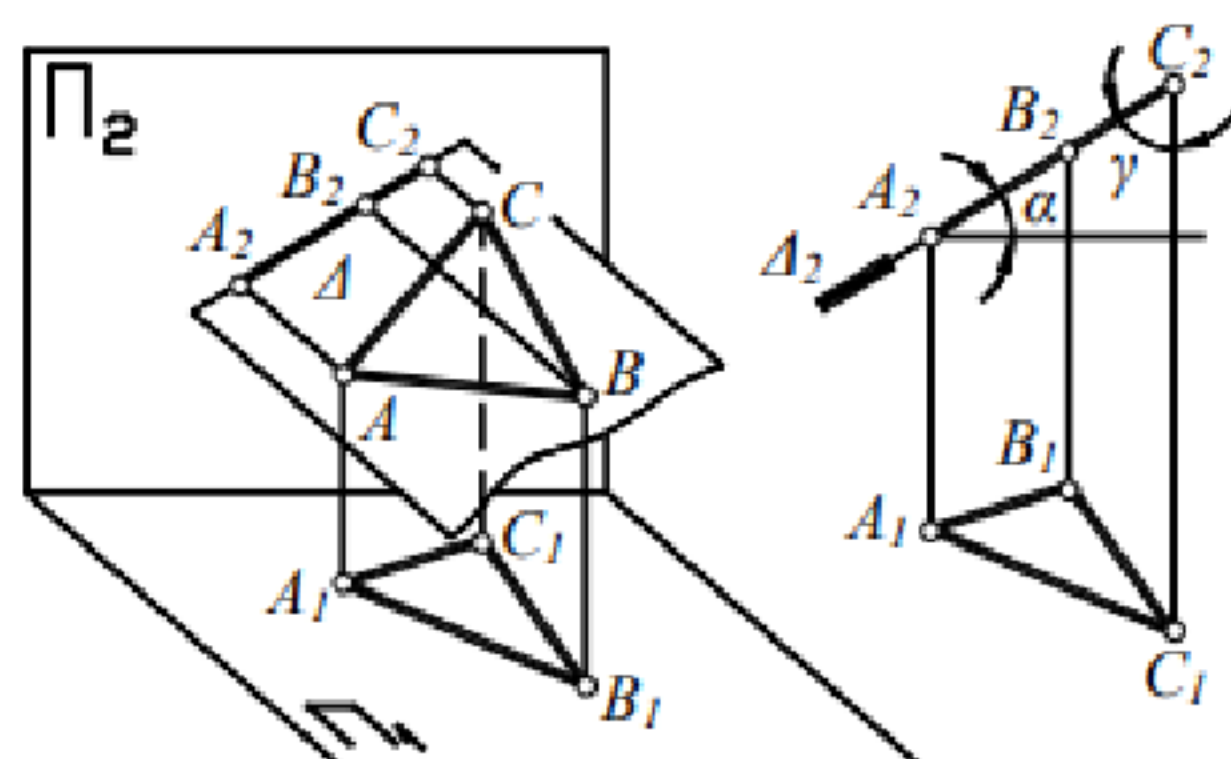

Рис. 15. Фронтально-проецирующая плоскость
**Фронтально-проецирующая плоскость** – плоскость, перпендикулярная фронтальной плоскости проекций  $\Pi_2$  (плоскость  $\Delta$  на рис. 15). Фронтальная проекция плоскости  $\Delta$  вырождается в прямую линию  $\Delta_2$ .
Горизонтальная проекция этой плоскости представляет собой поле точек, совпадающее с полем  $\Pi_1$ , то есть  $\Delta_1 \equiv \Pi_1$ . Фронтальная проекция фигуры, лежащей в плоскости  $\Delta$  (например, треугольника  $ABC$  на рис. 15), совпадает с фронтальной проекцией  $\Delta_2$  плоскости  $\Delta$ , то есть  $A_2B_2C_2 \equiv \Delta_2$ .
Чтобы задать на чертеже фронтально-проецирующую плоскость, достаточно указать только ее фронтальную проекцию  $\Delta_2$ . При этом положение плоскости  $\Delta$  в пространстве вполне определено, так как известны углы наклона  $\alpha$  и  $\gamma$  этой плоскости к плоскостям проекций  $\Pi_1$  и  $\Pi_3$  (см. рис. 15).